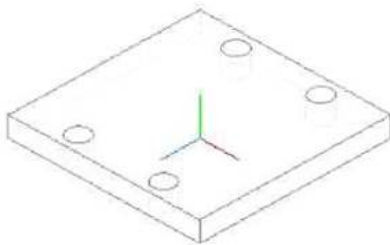

Рис.7.26
2) Для создания остальных трех отверстий воспользуемся командой  **Массив по сетке** с параметрами: **Количество по первой оси - 2, Шаг - 40; Количество по второй оси - 2, Шаг - 74; Угол раствора - (-90°)** (рис. 7.26).